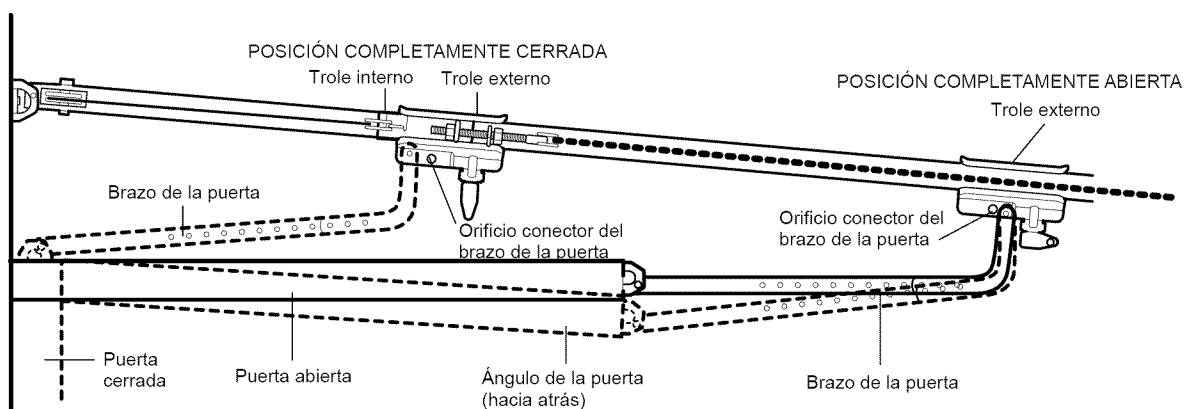

Figura 5
2. Procedimiento de ajuste, Figura 5: